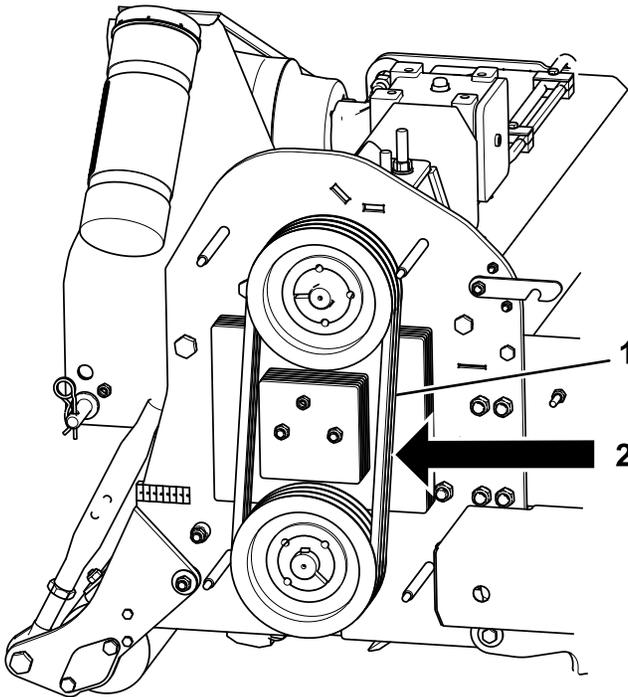

Figura 30
2. Compruebe la tensión de las correas en V presionando el punto A con una presión de 7.5 kg (16½ libras). Una tensión correcta de las correas permite una desviación de 12.4 mm (½") en cada correa (Figura 30).